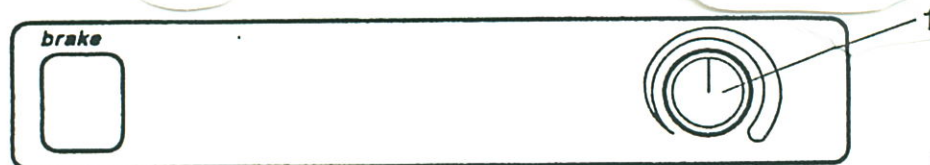

Fig. 11
For at undgå ødelæggelse af prøverne ved for hård nedbremsning, er det muligt at vælge 10 forskellige bremsetider med knappen (1). (Se fig. 11).